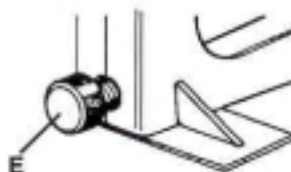

Figure 3
Le réglage de la pression (E) influence la profondeur de pénétration de la pointe dans le bois. Les réglages en usine conviennent à la plupart des cadres, mais vous pouvez augmenter la profondeur de pénétration en tournant le bouton dans le sens horaire et la réduire en tournant dans le sens anti-horaire. Figure 3.